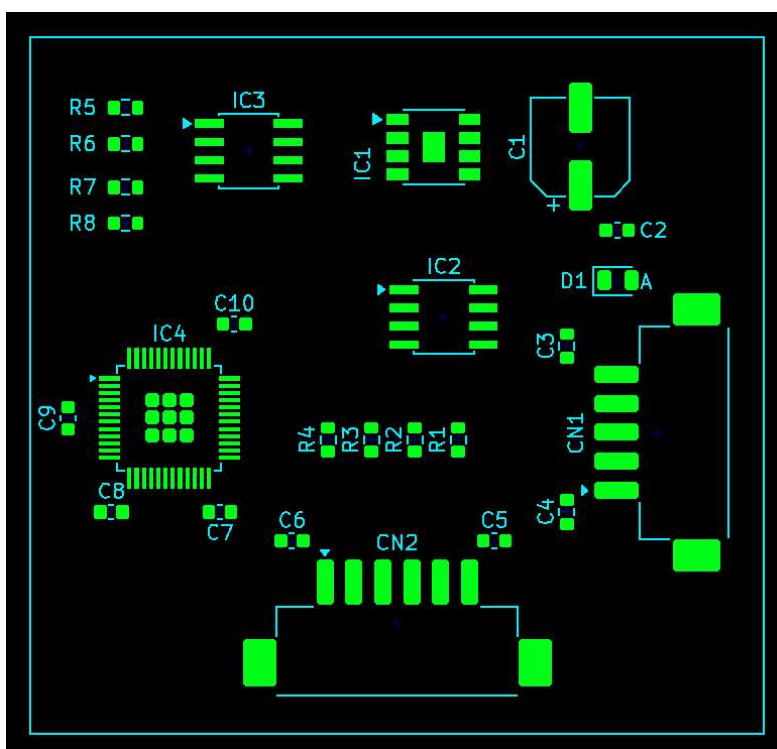

図 3-2 シルク印刷例
- (1). 部品の位置、向きがわかる表示にする。極性がある部品は、複数の記号で部品の向きが分かるような表示をする。(図 3-2)
- (2). 部品の極性マーク (A、K)、1 ピンマークは部品に隠れないように表示する。
- (3). 部品番号シルクはどの部品のものか分かりやすい位置に配置する。
- (4). 部品形状が分かりやすい表示にする。
- (5). シルク文字は目視しやすい大きさが良い (スペースがあればであれば文字高さ 1.5mm 以上)
- (6). シルクの重なりは避ける (意図的な場合を除く)。
- (7). シルク文字は、レジストに重ならないようにする。